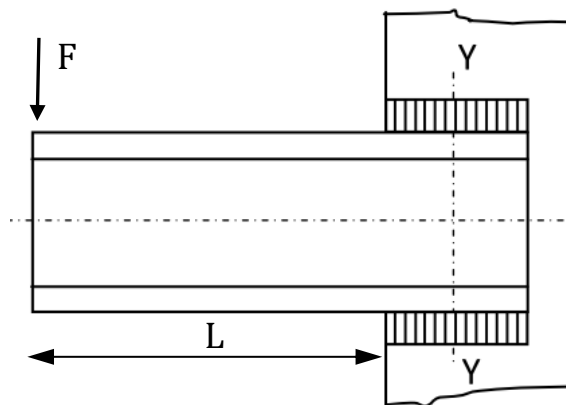

Figura 1.7
1.2.6 Utilizando o Eurocódigo 3, dimensione os cordões de soldadura que ligam um perfil UPN 140 a uma chapa sabendo que o seu comprimento é 200 mm da Figura 1.7. A força F é aplicada verticalmente e tem o valor de 210 kN. O material de base é um aço DIN CK 45 com $\sigma_c=300$ MPa e o L= 500mm.